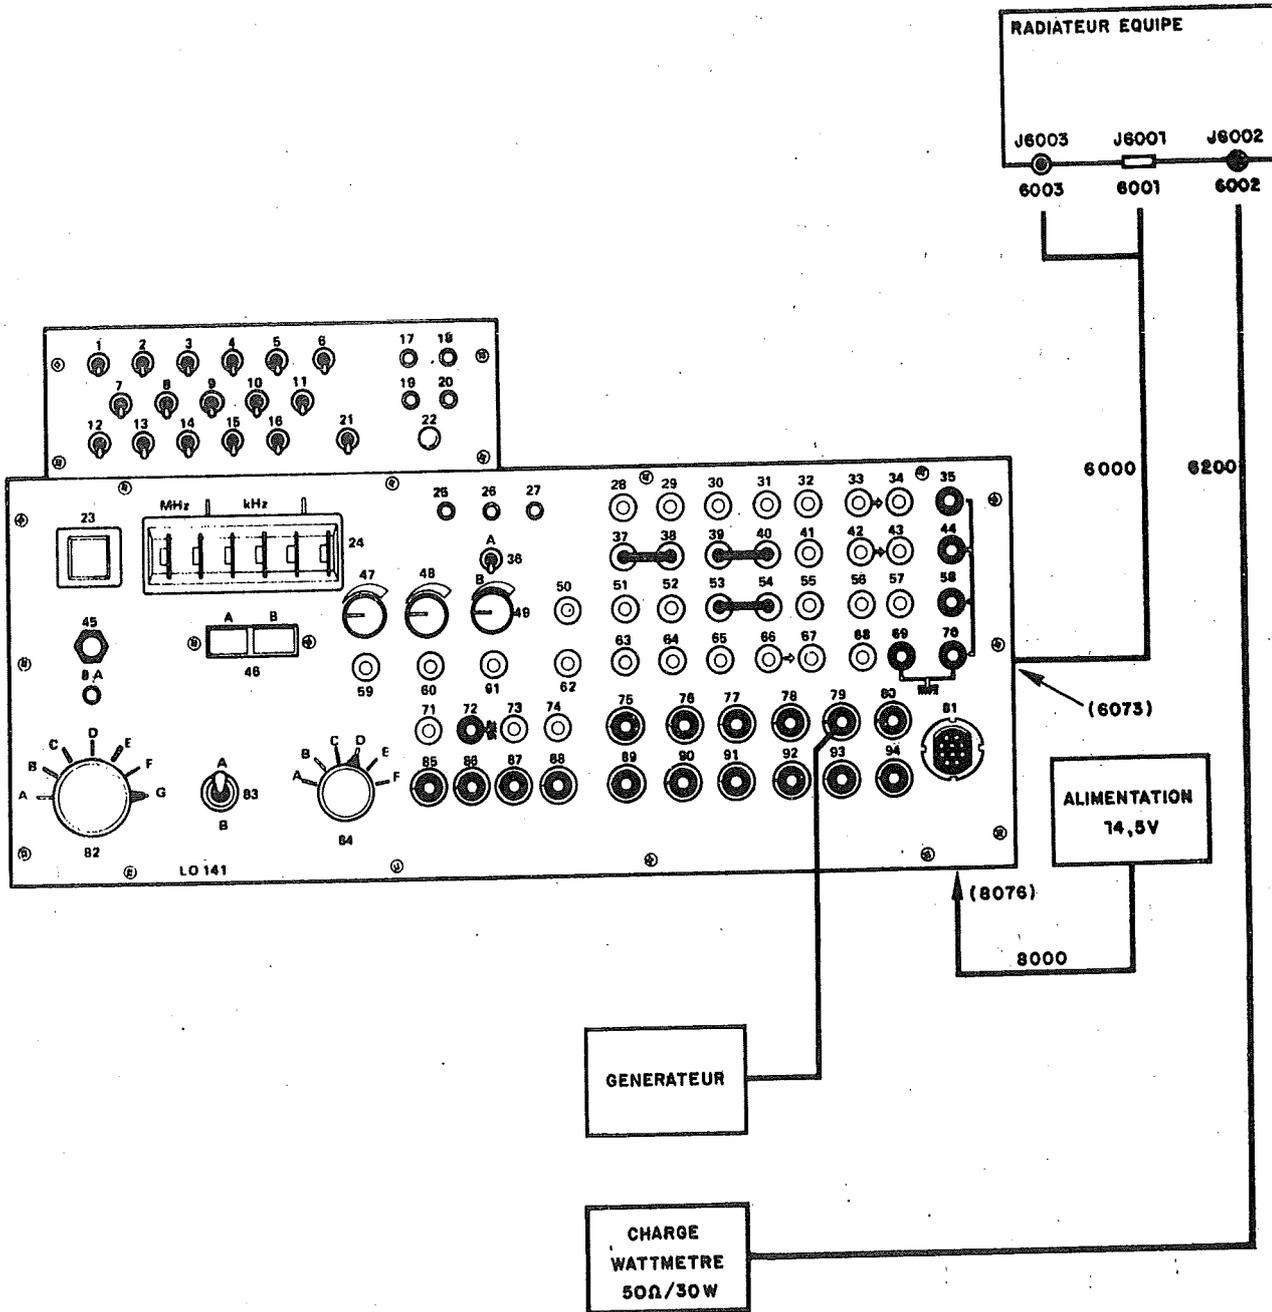

Figure 1 — Schéma de montage
#### 1.1 - Montage à réaliser (fig. 1)
- Effectuer tous les raccordements indiqués figure 1. S'assurer que le voyant **23** n'est pas éclairé (banc hors-tension).